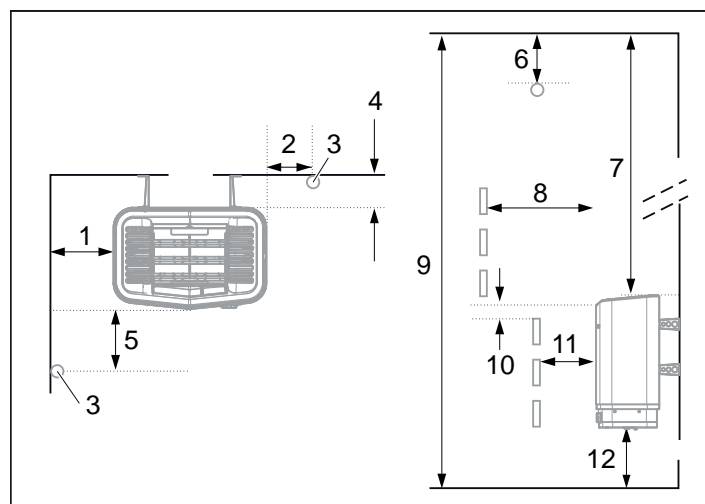
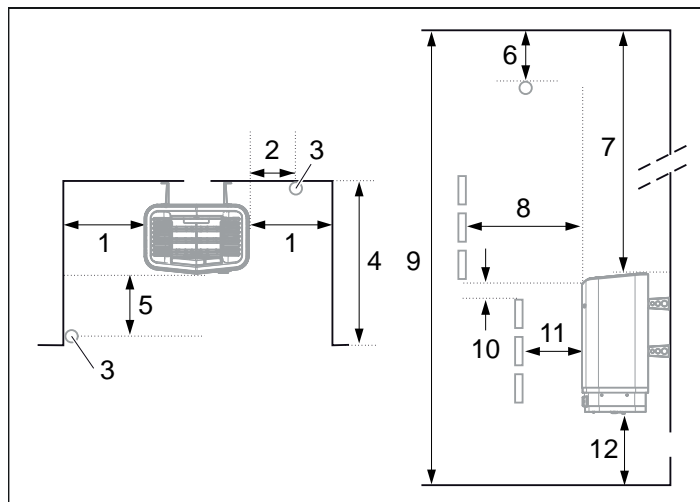

Рисунок 3: Размещение каменки – нормальная установка
Рисунок 5: Размещение каменки – установка в нише
- Спланировать размещение датчика (см. рис. 3, страница 26, а также рис. 5, страница 26).
- у той же стены что и дверь (только в исключительном случае у боковой стены, но тогда как можно ближе к дверному проему); Устройство можно также установить в нише (см. рис. 5).
- на безопасном расстоянии от пола, боковых стен и элементов интерьера (см. рис. 3).
Установите датчик согласно рисунку (см. рис. 3).
1. Установите устройство на безопасном расстоянии от пола, боковых стен и элементов интерьера (см. рис. 5).
2. Установите датчик согласно рисунку (см. рис. 5).